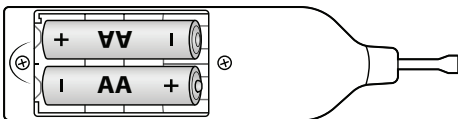

Fig. 1
- ◆ Ouvrez le compartiment à piles ④ au dos du dispositif fondeur de cire ①.
- ◆ Introduisez les piles, comme indiqué dans le compartiment à piles ④, dans le dispositif fondeur de cire ① (voir fig. 1).
- ◆ Refermez ensuite le compartiment à piles ④.